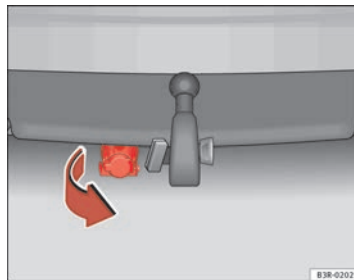

Fig. 160 Pare-chocs arrière : basculez la prise vers le bas.
- Pour raccorder les câbles électriques de la remorque, basculez vers le bas la prise située sous le pare-chocs ⇒ page 213, fig. 160.